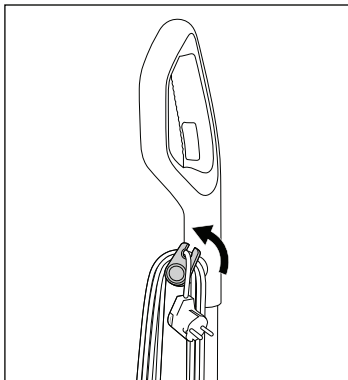

Fig. 43
- Para armazenar o aparelho, coloque-o sobre a base de imobilização ④ prevista para este fim. Esta não pode ser colocada sobre superfícies absorventes ou que inchem, como p. ex. alcatifas ou pavimentos de madeira.
- Esvazie o reservatório de água limpa ⑪ caso não pretenda utilizar o aparelho durante um período de tempo prolongado.
- ◆ Coloque o cabo do aparelho ① na posição vertical, até encaixar de forma audível. Nesta posição de imobilização, o aparelho não poderá tombar.
- ◆ Puxe o suporte de cabo superior **16** um pouco para fora e rode-o novamente para cima (ver fig. 43).